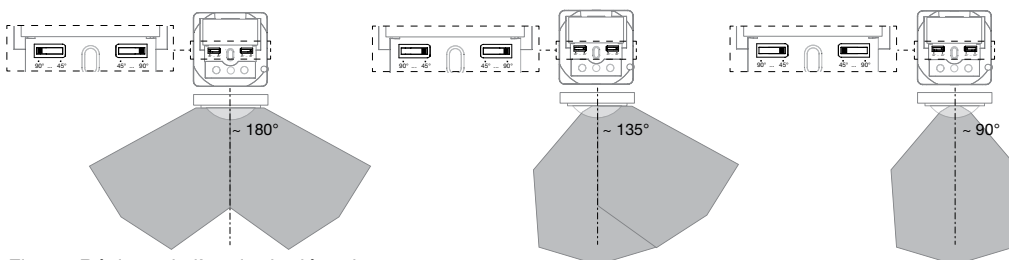
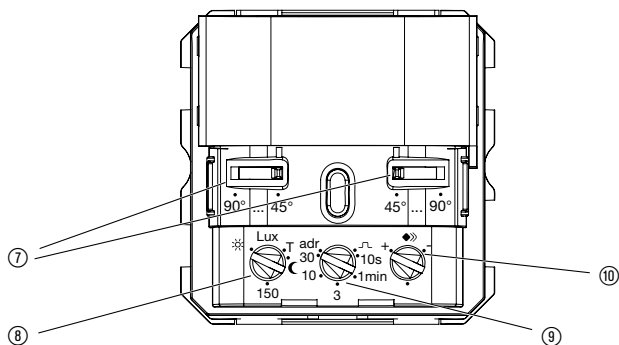

Fig. 5 : Réglage de l'angle de détection
Fig. 9 : Dispositif de réglage et potentiomètre
Il est possible de limiter l'angle de détection du côté droit et du côté gauche de chaque dispositif de réglage (Fig. 9, 7) entre 45° et 90°. La valeur de l'angle de détection peut ainsi se situer entre 90° et environ 180° (Fig. 5).
- Régler le potentiomètre pour la luminosité de déclenchement (Fig. 9, 8) en position TEST.
- Orienter le potentiomètre pour la durée de temporisation (Fig. 9, 9) sur la position souhaitée.